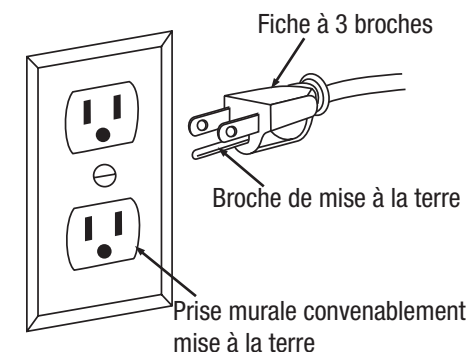

Fig. 2
- N'utilisez que des rallonges à trois fils dotées de fiches de mise à la terre à trois broches et de prises tripolaires adaptées à la fiche de l'outil, comme illustré à la Fig. 2.